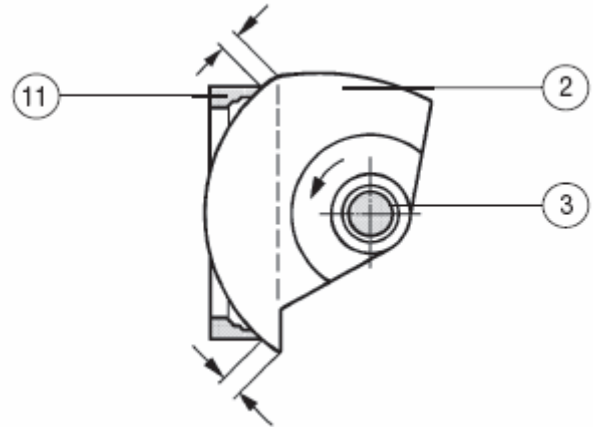

Рис. 5. Правильное положение сферической поверхности шарового сегмента при регулировке привода
Ход шарового сегмента из полностью открытого в полностью закрытое положение не должен превышать 90°. При повороте сегмента на больший угол уплотнительные поверхности сегмента и кольцевого седла могут быть повреждены при возврате сегмента в правильное положение. Также возможно заклинивание сегмента на седле. На практике угол поворота сегмента ограничивается штифтом-указателем, который, при попытке поворота сегмента за пределы диапазона между полностью открытым и полностью закрытым положениями, упирается в болты крышки. При регулировке привода убедитесь в том, что в закрытом положении сферическая поверхность шарового сегмента (2) находится против кольцевого седла, т.е., сферическая поверхность выступает на одинаковые расстояния за кольцевое седло как показано на рис. 5.